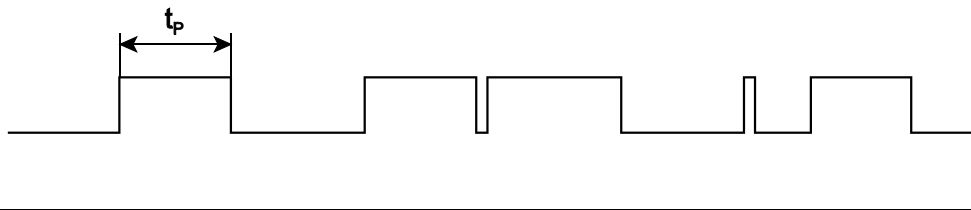

Abb. 6
10. Abb. 6 zeigt eine Impulsfolge, die auf ein Differenzierglied gegeben wird. Die breiten Impulse sind beträchtlich länger als Zeitkonstante ( $t_p \gg \tau$ ), die schmalen beträchtlich kürzer ( $t_p \ll \tau$ ). Zeichnen Sie den Ausgangsspannungsverlauf ein.